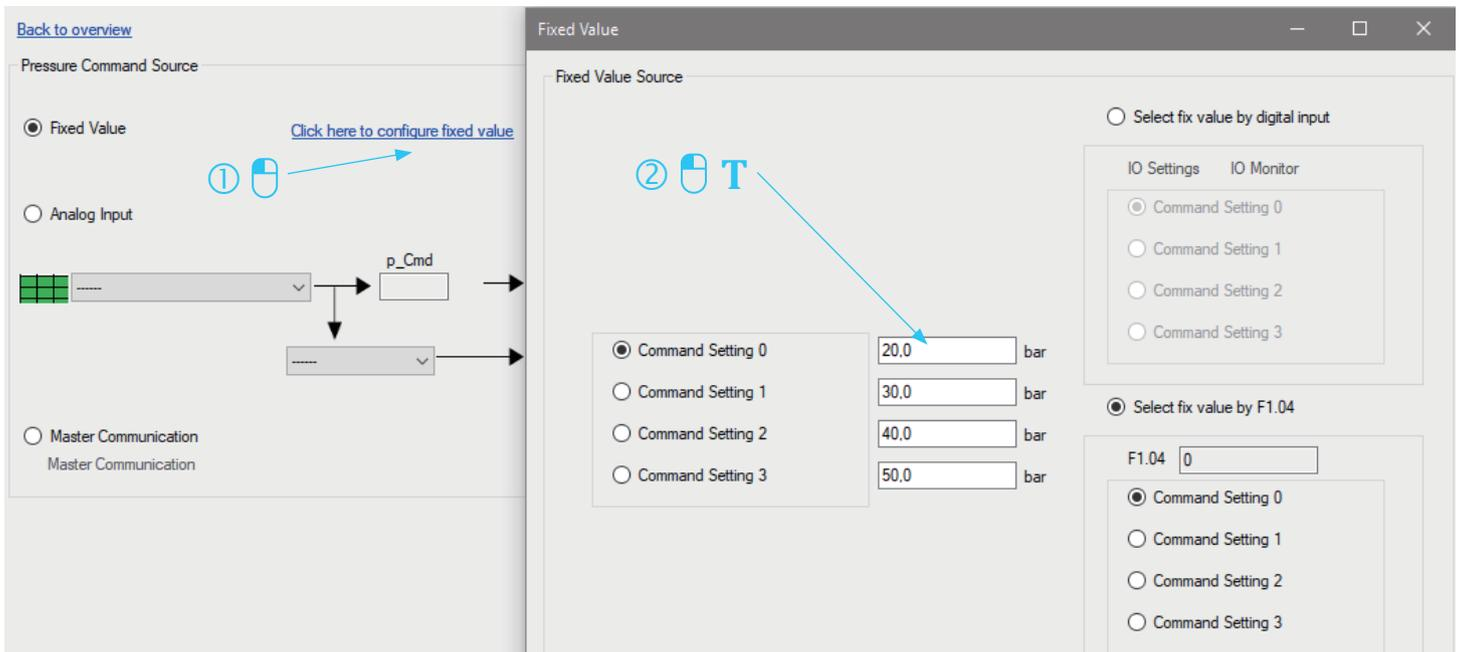

图 24: 固定压力给定 2/2
3. 在“命令值设置 0”中输入所需的压力给定（请参见图 24: 固定压力给定 2/2）。